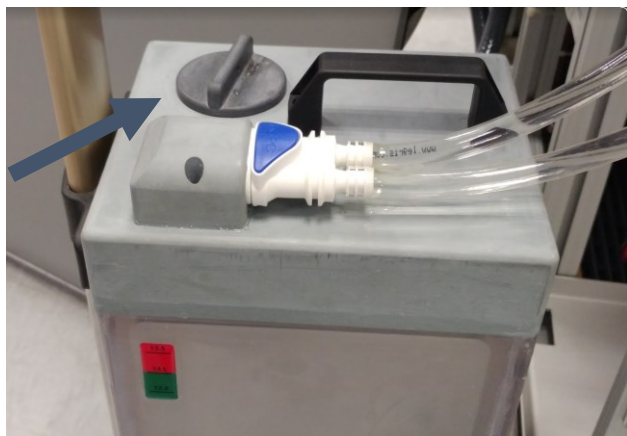

Figure 12-4
Étape 6. Ouvrir le couvercle du réservoir d'eau. **Voir Figure 12-4.**